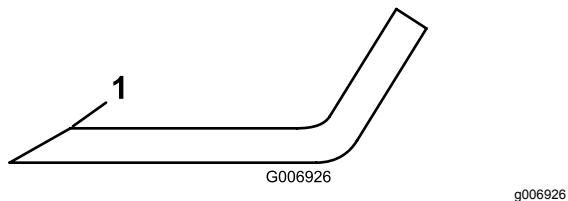

Figura 74
- Inspecione as extremidades de corte de todas as lâminas, afie as extremidades de corte se apresentarem sinais de desgaste ou ranhuras, afie apenas a zona superior da parte cortante e mantenha o ângulo de corte original para garantir um desempenho eficaz da lâmina (Figura 74).